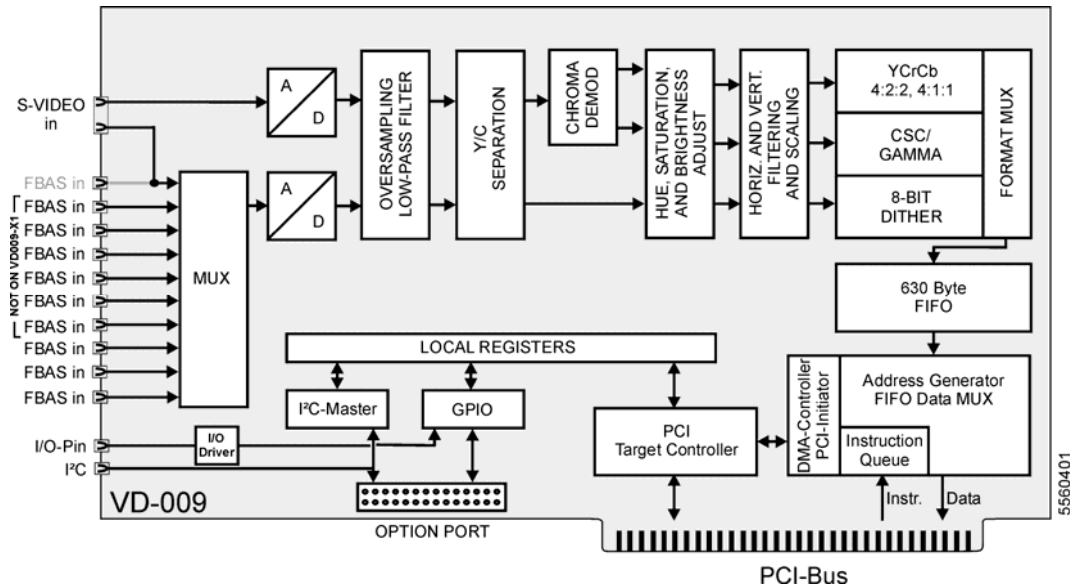

Bild 44: Blockschaltbild VD-009
Bild 44 zeigt das Blockschaltbild des pciGrabber-4plus. Das Composite-Eingangssignal wird zunächst über einen 9:1-Video-multiplexer geführt (nicht VD-009-X1), den der Anwender softwaremäßig steuern kann. Der nachfolgende A/D-Wandler digitalisiert dieses Signal. Als Bildquellen eignen sich alle Geräte, die ein Farb-Videosignal gemäß den CCIR-Definitionen „PAL (B,G,H,I)“ und „NTSC (M)“ liefern.